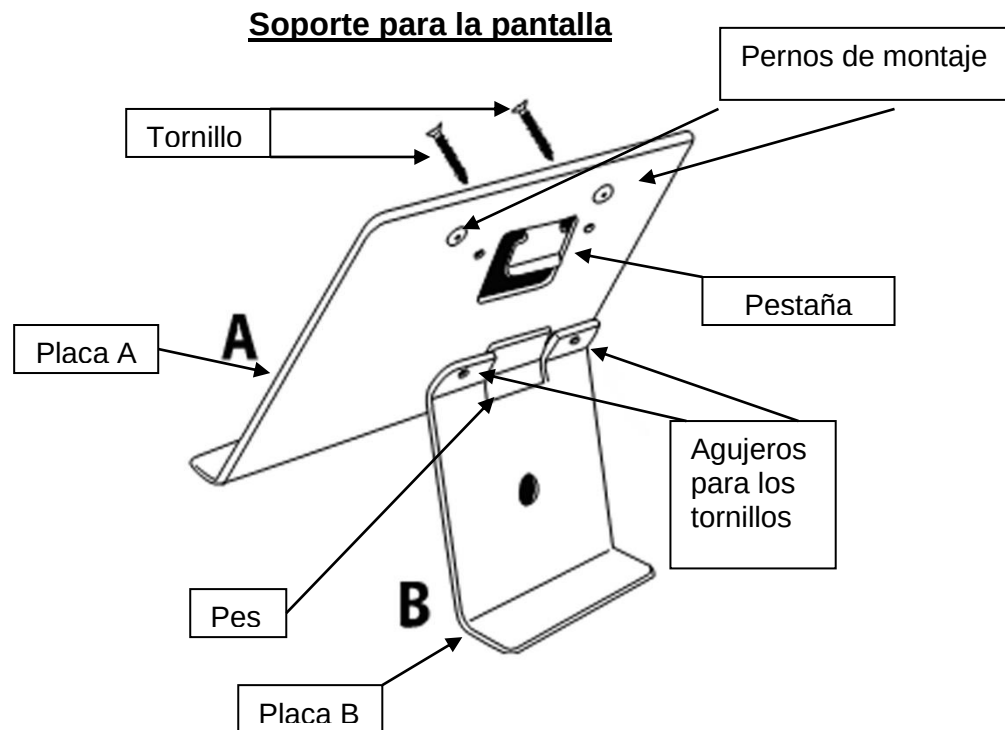

Figura 1
3. Retire de la caja el soporte para la pantalla (ver la figura 1 en la página 8).
4. Retire los dos tornillos pequeños de la placa B (ver la figura 1 en la página 8).
5. Mientras sostiene la placa A, deslice hacia arriba la pestaña de la placa B bajo la pestaña central de la parte trasera de la placa A (ver la figura 1 en la página 8).
6. Alinee la placa A y la placa B, después asegúrese que los agujeros de los tornillos estén alineados (ver la figura 1 en la página 8).
7. Inserte los dos tornillos pequeños en la parte frontal de la placa A y a través de los agujeros de la placa B (ver la figura 1 en la página 8).
8. Utilice el desarmador plano Phillips, ajuste los tornillos para asegurar la placa A en la placa B (ver la figura 1 en la página 8).